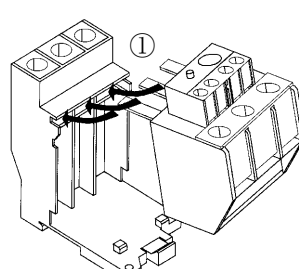

Fig. 2
- (2) 把热过载继电器的电源侧端子插入单独安装单元的端子内。(Fig.2)
- (2) Insert the power-supply-side terminal of the thermal overload relay into the terminal of the separate-mounting unit. (Fig.2)
- (2) サーマルリレーの電源側端子を単独設置ユニットの端子の上に挿入してください。(Fig.2)